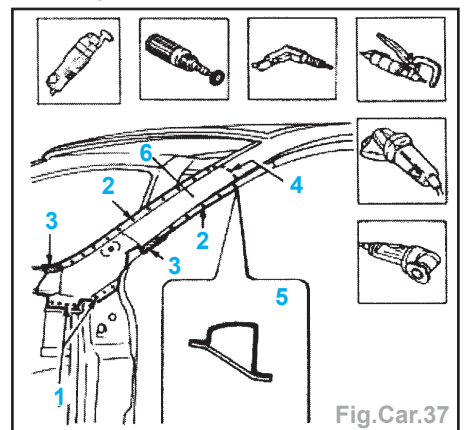

Fig.Car.37
- Dépointer à l'aide d'une fraise (2) et d'une perceuse les points de soudure (1) (Fig.Car.37).